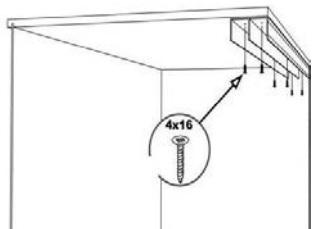

Рис.2
1. Установите верхнюю и нижнюю направляющие. Верхнюю направляющую вставьте в проем и выровняйте «заподлицо» с боковинами, зафиксируйте саморезами с пресшайбой 4,2*16, Рис.2.